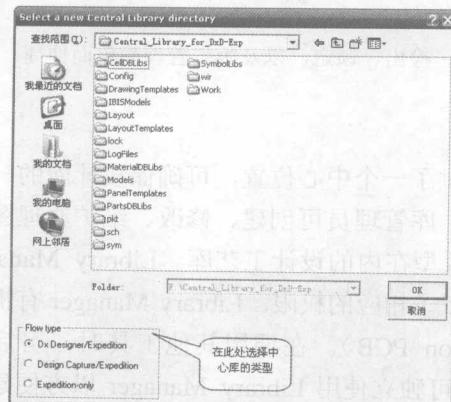

图 1-2-1 选择中心库类型
- 软件界面：更新了软件界面，将 WG 2004 中的 Dx-Expedition 与 DC-Expedition 两个不同的库管理器整合在同一界面中。新建中心库时，可以指定中心库的类型（对应的设计流程），如图 1-2-1 所示